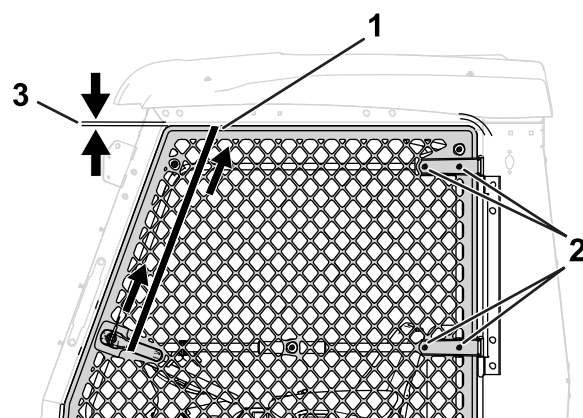

图 6
2. 关闭门并用棘轮带将其固定图 6。
3. 旋松门铰链上的 4 个螺栓和 4 个螺母图 6。
4. 紧固棘轮带以便将门向上拉起图 6。